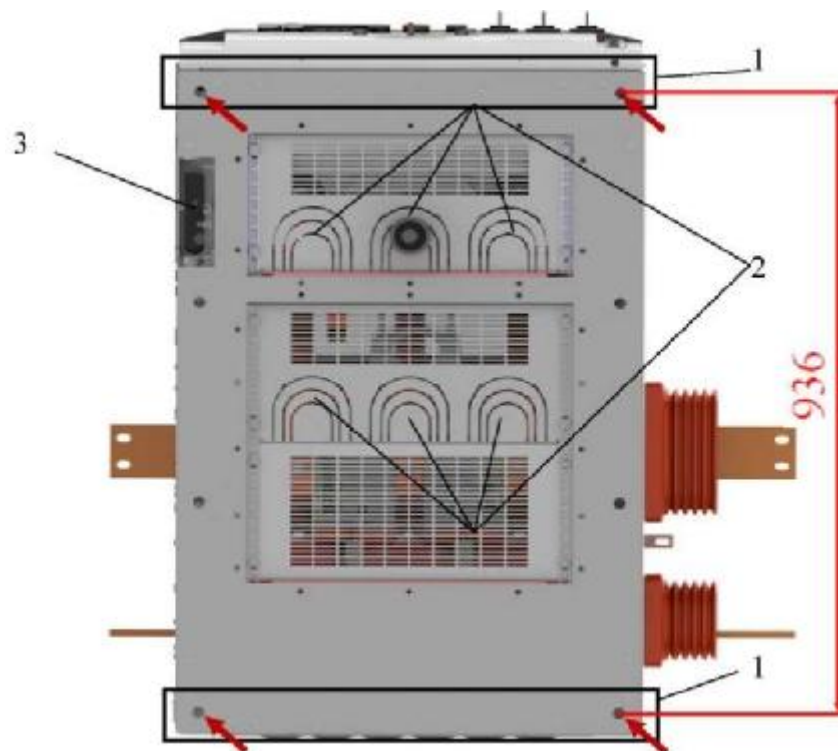

Рис. 20 Установочные размеры шкафов КРУ, размещение закладных швеллеров и отверстий для прохода силовых и контрольных кабелей. Вид снизу на дно шкафа КРУ
2.5.2.1 Установить на штатное место крайний правый шкаф КРУ в ряду, согласно схеме расположения на монтажном чертеже и рис. 20. Стрелками обозначены места крепления дна шкафа к основанию.